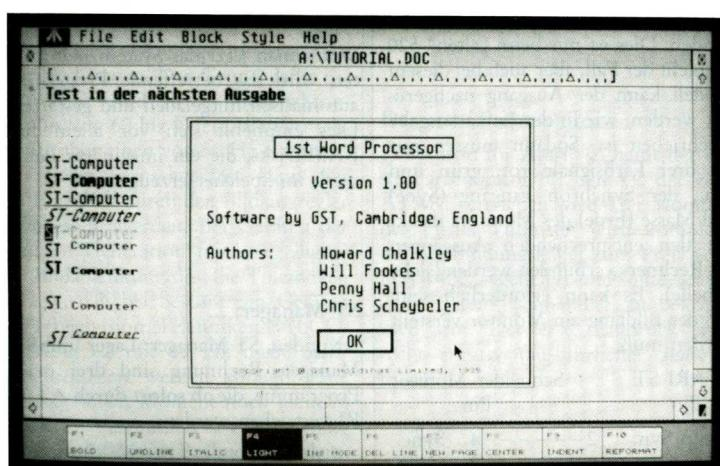

Bild 2
2. **GST - 1st - Word** – (siehe Bild 2) Ein Textverarbeitungsprogramm, das voll die GEM-Möglichkeiten, wie z. B. verschiedene Schriftarten auf dem Bildschirm ausnützt. Eine Anleitung wird auf der Diskette auf Englisch mitgeliefert. Auch dieses Programm wird in der nächsten Ausgabe näher besprochen.